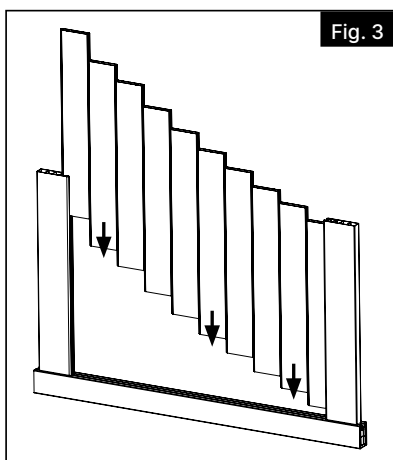

Fig. 3
- Instale los tablones de relleno. Los extremos del relleno encajarán dentro de los canales en U (Fig. 3).